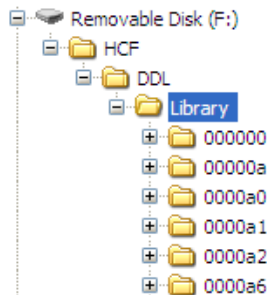

Abbildung 2-18: HART-Gerätebibliotheksordnerstruktur®
2. Stelle sicher, dass der HCF-Ordner im Root-Verzeichnis des USB-Sticks liegt. Die notwendige Verzeichnisstruktur auf dem USB-Stick befindet sich in Abbildung 2-18.
3. Kopiere den HCF-Ordner in das Root-Verzeichnis des DPI620G USB-Flash-Speichergeräts. Die notwendige Verzeichnisstruktur auf dem DPI620G USB-Flash-Speichergerät befindet sich in Abbildung 2-18.